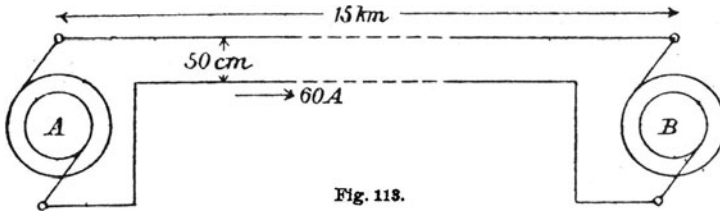

Fig. 113.
256. Am Orte A wird Wechselstrom erzeugt, der nach dem 15 [20] (40) km entfernten Orte B durch zwei parallele, 8 [10] (7) mm dicke, 50 [50] (75) cm voneinander entfernte Kupferdrähte geleitet wird, um dort Motoren zu treiben, welche 60 [65] (40) A bei 3000 [5000] (15000) Volt Klemmenspannung und 50 [60] (42) Perioden verbrauchen. In den Motoren ist der Strom gegen die zugehörige Klemmenspannung um einen Winkel  $\varphi_2$  verschoben, der durch die Gleichung  $\cos \varphi_2 = 0,8$  bestimmt ist. (Fig. 113.)